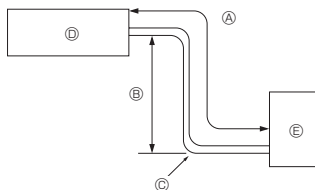

Fig. 2-1
2.1. Aukstumāģenta caurule (Fig. 2-1)